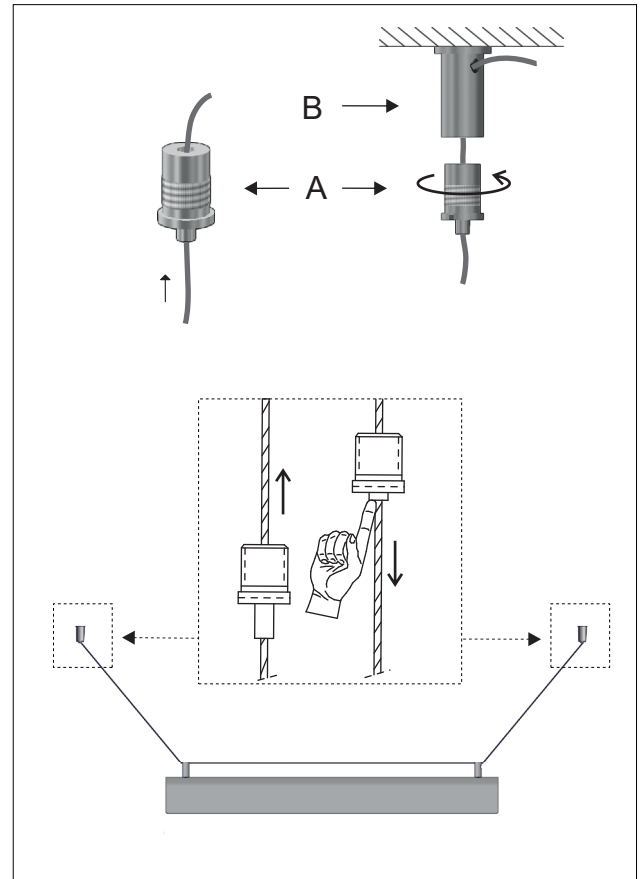

Figure 2
- 2 - Run the steel cable through one of the gripper supports (A) and then through the side hole of the tensor (B). Screw the gripper support (A) back to the tensor (B). Figure 2
- 2 - Introducir el cable de acero por uno de los pinzacables (A) y a continuación introducirlo por el agujero lateral del tensor (B). Roscar de nuevo el pinzacables (A) al tensor (B). Figure 2